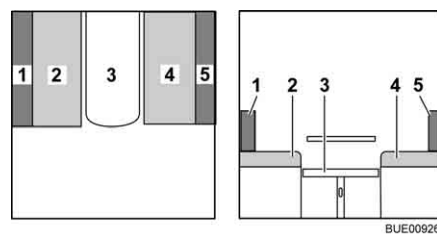

Bild 78 Während des Umbaus
- Das Rückenpolster (Bild 78,5) abnehmen und beiseite legen.
- Das Sitzpolster (Bild 78,2) zur Mitte ziehen.